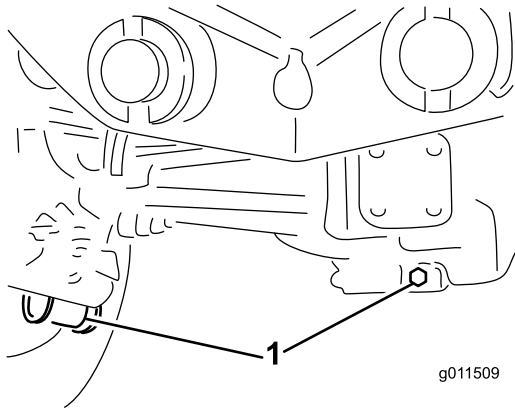

Figura 86
2. Pulite attorno ai tre tappi di spurgo, uno per lato ed uno in centro (**Figura 86**).